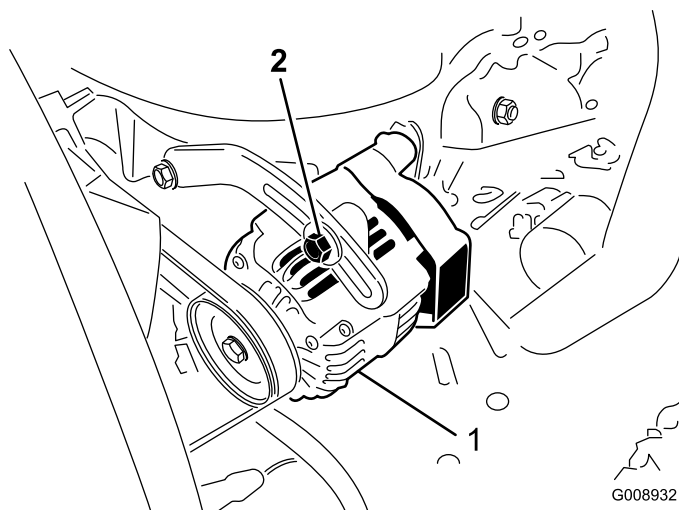

Bild 63
Prüfen Sie den Zustand und die Spannung der Treibriemen (Bild 63) alle 100 Betriebsstunden.
2. Lockern Sie bei einer Durchbiegung von mehr oder weniger als 10 mm die Befestigungsschrauben der Lichtmaschine (Bild 63). Erhöhen oder reduzieren Sie die Spannung des Lichtmaschinen-Treibriemens und ziehen Sie die Schrauben wieder fest. Prüfen Sie die Riemen Spannung noch einmal auf korrekte Einstellung.